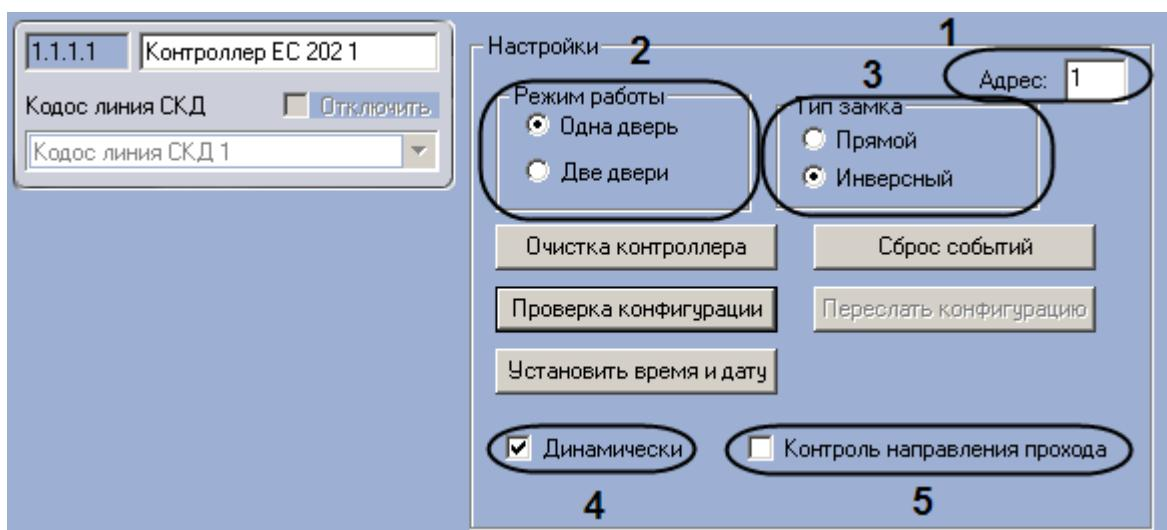

Рис. 3.5—2 Настройка контроллера системы КОДОС
2. Ввести в поле **Адрес** аппаратный адрес подключения контроллера EC 202 (см. Рис. 3.5—2, 1).
3. Установить переключатель **Режим работы** в положение, соответствующее режиму работы контроллера (см. Рис. 3.5—2, 2).